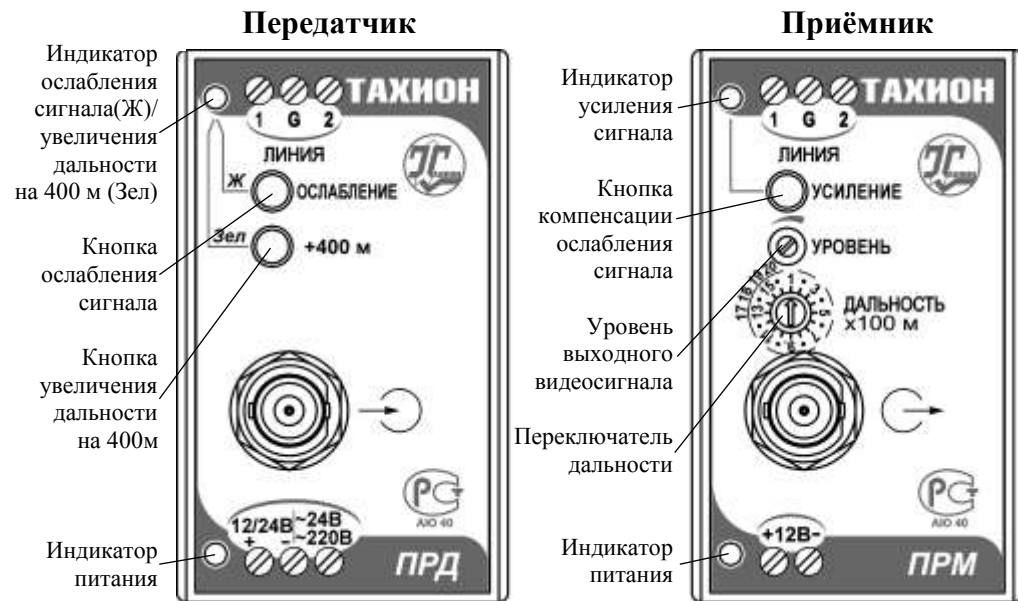

Рис. 2. Элементы настройки и индикации.
5. Переключателем «ДАЛЬНОСТЬx100 м», расположенным на передней панели приёмника (рис. 2), установить значение длины линии по таблице 1.
6.1. Регулировка уровня выходного сигнала (потенциометр «УРОВЕНЬ», рис.2) позволяет выровнять уровни видеосигналов от различных камер на видеовходах аппаратуры коммутации и регистрации. Для точной установки размаха полного видеосигнала от уровня синхронизирующих импульсов до уровня белого, равного 1В на нагрузке 75 Ом, необходимо использовать осциллограф.
6.2. Для устранения перекрёстных помех, возникающих при использовании одного кабеля для передачи удалённого (ослабленного) сигнала и сигнала от близко расположенного (100 м - 600 м) к приёмнику передатчика, рекомендуется использовать кнопки «ОСЛАБЛЕНИЕ» и «УСИЛЕНИЕ» (рис.2). При нажатии, на близко расположенном к приёмнику передатчике, кнопки «ОСЛАБЛЕНИЕ» сигнал ослабляется на 16 дБ, для восстановления сигнала до 0 дБ на соответствующем приёмнике необходимо нажать кнопку «УСИЛЕНИЕ», при этом загорается жёлтый индикатор.